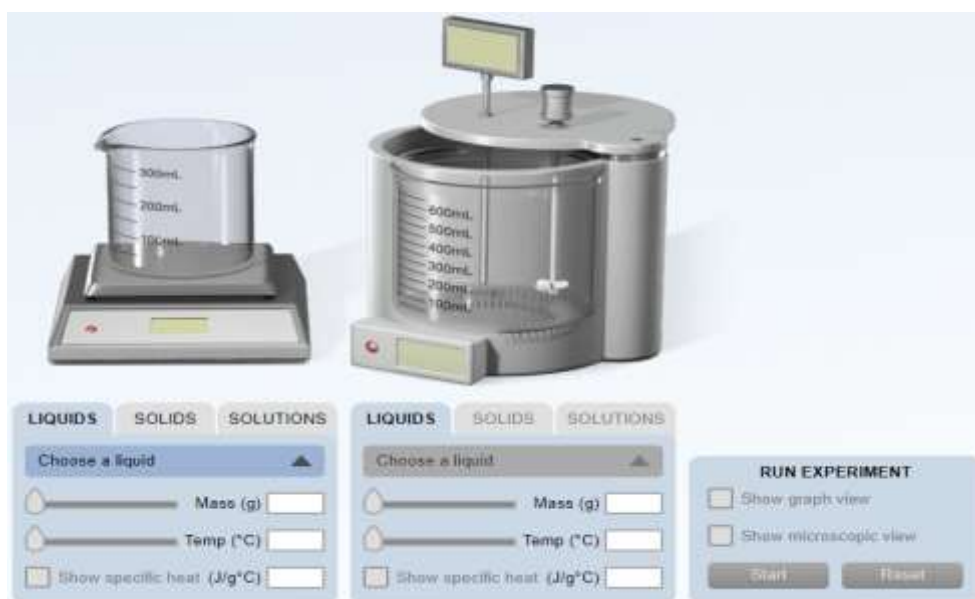

Figura 1. Simulador *Calorimetry*.
5. Vaya a la pestaña del **experiment** y corra dé clic en **run experiment**. Debe observar la imagen que se muestra en la figura 1.